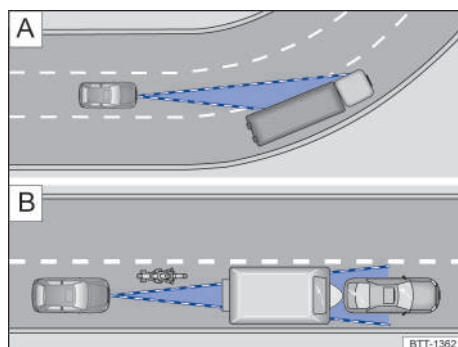

Fig. 108 [A] Conducción en curva. [B] Vehículos fuera del área de alcance del sensor del radar
El sensor de radar siempre realiza las mediciones en dirección recta. Por lo tanto, los vehículos en curvas cerradas pueden detectarse accidentalmente o los vehículos que se encuentran adelante pueden no detectarse → [fig. 108 \[A\]](#).
- Vehículos que conducen fuera del área del sensor a poca distancia del propio vehículo, por ejemplo, motocicletas → [fig. 108 \[B\]](#).